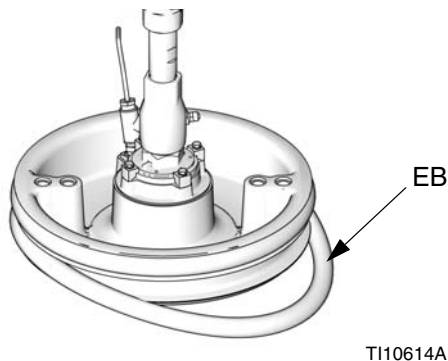

FIG.16
1. À l'aide d'un instrument en bois ou plastique, pour éviter d'endommager les racleurs (EB), nettoyer les gorges des joints.
2. *En partant du bas, incliner l'un des racleurs (EB) sur le dos du plateau.* Voir FIG.16.
3. Introduire le racleur (EB) dans la gorge supérieure et faire glisser l'extrémité avant du racleur dans la gorge.
4. *Uniquement pour les racleurs de 200 litres :* Introduire le second racleur (EB) dans la gorge inférieure et faire glisser l'extrémité avant du racleur dans la gorge.